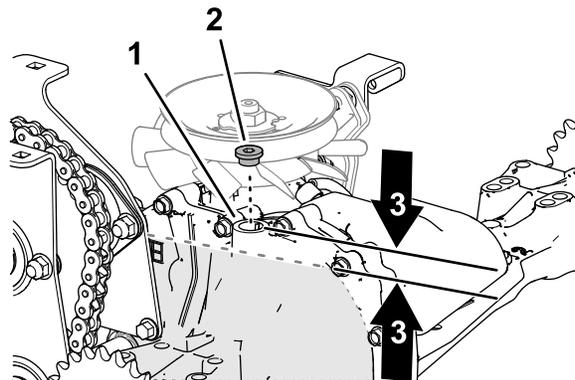

Рисунок 61
1. Заполните трансмиссию маслом указанного типа через сливное/заливное отверстие так, чтобы уровень масла находился на 13–32 мм ниже верхнего края отверстия (Рисунок 61).